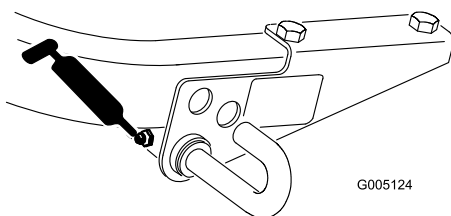

Figura 31
- Palanca de bloqueo del mecanismo de siega (Figura 31)